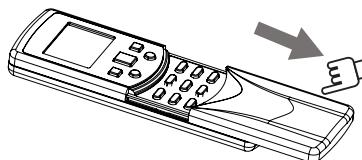

Рисунок 5.
1) Зсуньте передню кришку пульта дистанційного керування у напрямку, вказаному стрілкою (див. Рисунок 5).